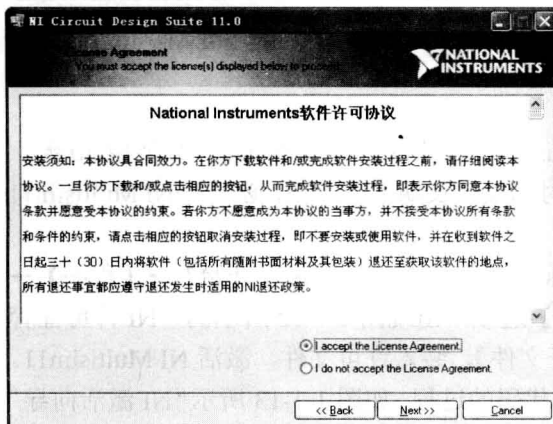
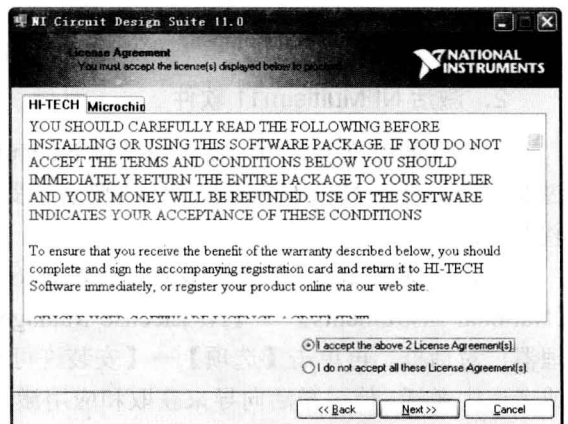

图 1-1-6 “License Agreement” 对话框 1
图 1-1-7 “License Agreement” 对话框 2
(5) 这时弹出如图 1-1-6、图 1-1-7 所示的“License Agreement”（软件许可协议）对话框。阅读完后，陆续选中【I accept the License Agreement】、【I accept the above 2 License Agreement(s)】单选按钮，再单击【Next】按钮继续。